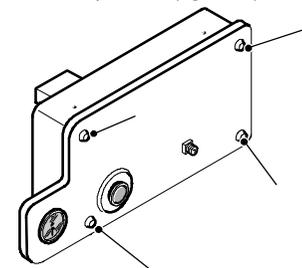

fig. 3.15
- 2 togliere le quattro viti del pannello comandi e rimuovere il coperchio (fig. 3.15);